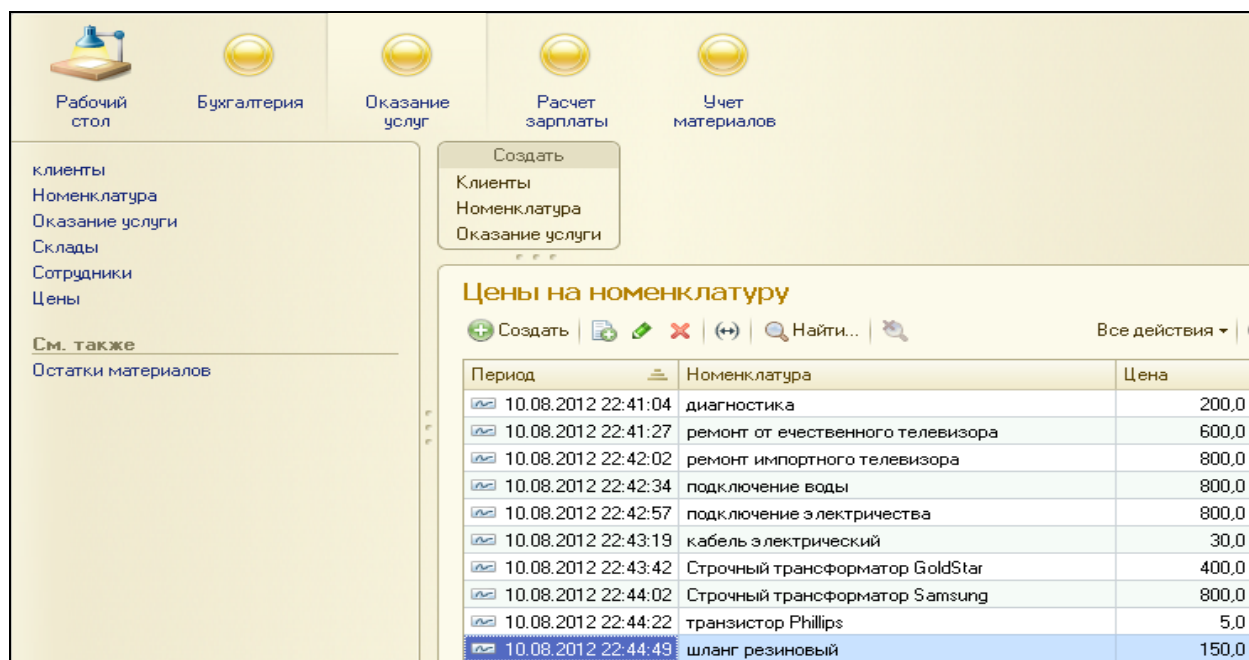

Рисунок 3.16 Цены на услуги в регистре сведений «Цены»
7. Добавим новые записи в регистр сведений Цены (рис.3.16). Период задать задним числом, он должен быть меньше или равен дате создания документа. вернуться в режим конфигуратора.